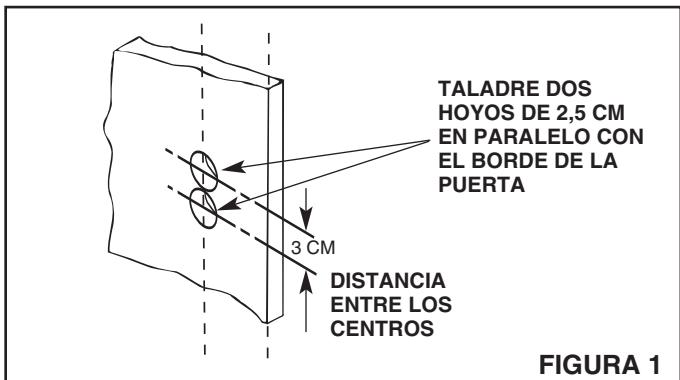

FIGURA 1
2. Vea la Figura 1. Marque el lugar de los hoyos de montura en paralelo al borde de la puerta para la operación correcta del carillón.